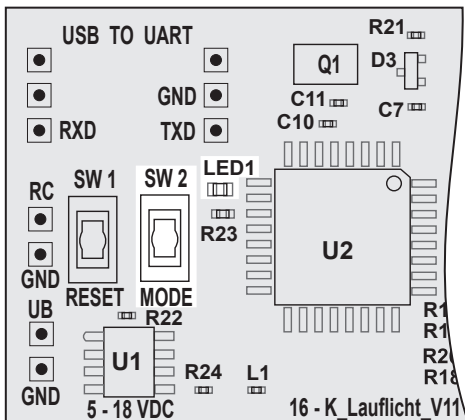

Bild 8
- Drücken und halten Sie die Mode-Taste SW 2 solange, bis die LED-Anzeige „LED1“ (siehe Bild 8) dauerhaft leuchtet.